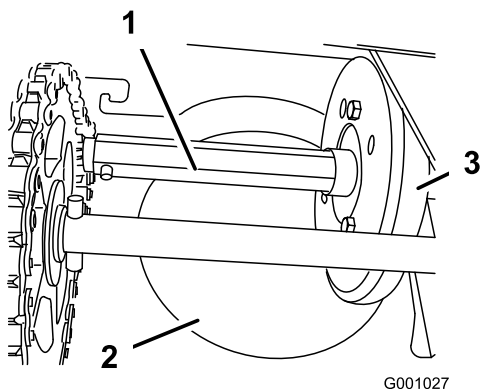

Figure 54
Graissez légèrement l'arbre hexagonal une fois par an avec de l'huile moteur de type automobile (Figure 54).
**Important:** Veillez à ne pas faire couler d'huile sur la roue en caoutchouc ou le plateau d'entraînement à friction en aluminium, sinon la transmission patinera (Figure 54).